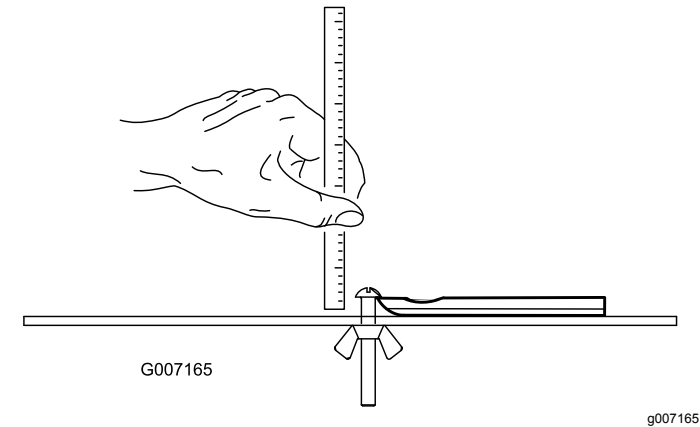

图 25
**注意** 请参看底刀底部了解所有底刀使用极限衡量参数 图 25